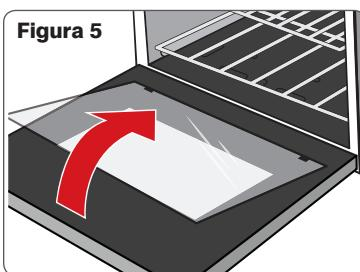

Figura 5
- 2 Levante o vidro lentamente (figura 5).